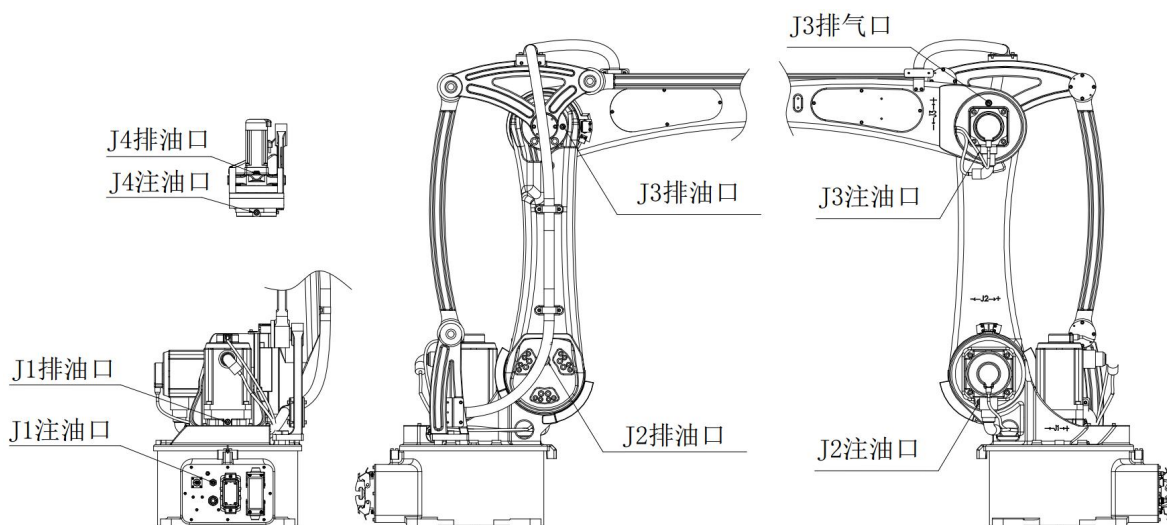

图 4-1 机器人注油口和排油口分布图
- 3) 拆下润滑油供、排油口的内六角螺塞 M10×1，见图 4-1